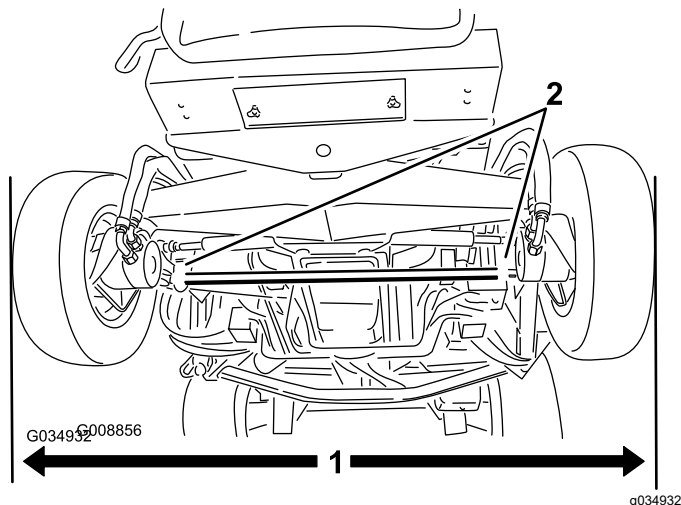

Figura 84
1. Con gli pneumatici posteriori in posizione dritta, misurate la distanza esterna (all'altezza dell'assale) sulla parte anteriore e posteriore degli pneumatici posteriori (Figura 84).
2. Per regolare la convergenza, allentate i morsetti su entrambe le estremità dei tiranti (Figura 84).